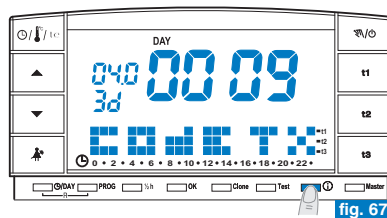

fig. 67
- Sur la page-vidéo précédente (fig. 65) appuyer une autre fois sur la touche : le numéro de série qui est transmis par le chronothermostat à chaque fois qu'une transmission de données a lieu s'affiche sur l'écran (exemple sur la fig. 67).